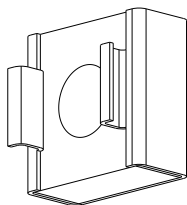
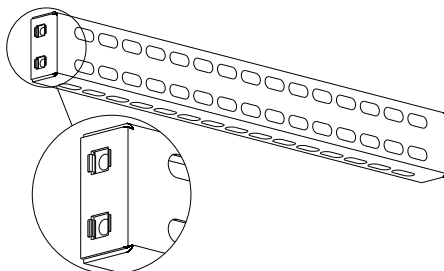
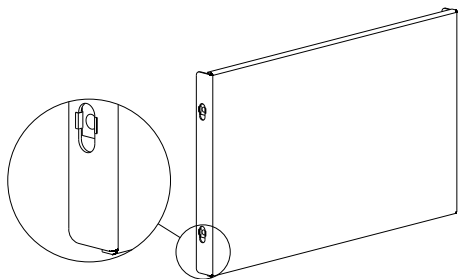

Рисунок 10
Рисунок 11
Рисунок 25
5.1 Кузовные гайки (рисунок 10) вставьте в четыре квадратных отверстия на боковых поверхностях Лонжерона (рисунок 11).
13.1 Вставьте в каждый паз по одной кузовной гайке (рисунок 10) на боковой поверхности Панели монтажной (рисунок 25).